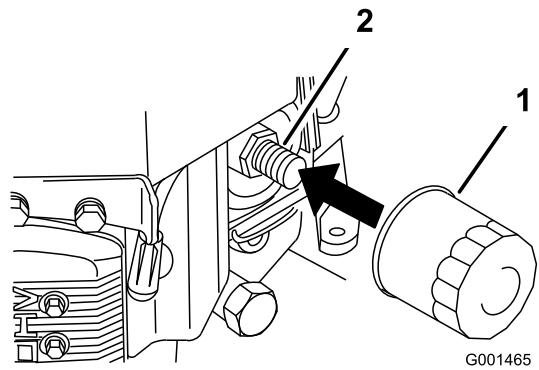

Figura 24
3. Aplique una capa fina de aceite nuevo a la junta de goma del filtro nuevo (Figura 24).
4. Instale el filtro de repuesto en el adaptador de filtro; gire el filtro en sentido horario hasta que la junta de goma entre en contacto con el adaptador del filtro, luego apriete el filtro tres cuartos de vuelta más (Figura 24).
2. Retire el filtro de aceite usado (Figura 24).